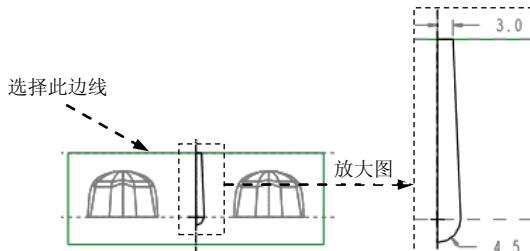

图 22.11 截面草图
Step3. 进入截面草绘环境后，选取 MAIN_PARTING_PLN 基准平面、ADTM3 基准平面和图 22.11 所示的坯料边线为草绘参考，绘制图 22.11 所示的截面草图。完成特征截面的绘制后，单击“草绘”操控板中的“确定”按钮 **✓**。